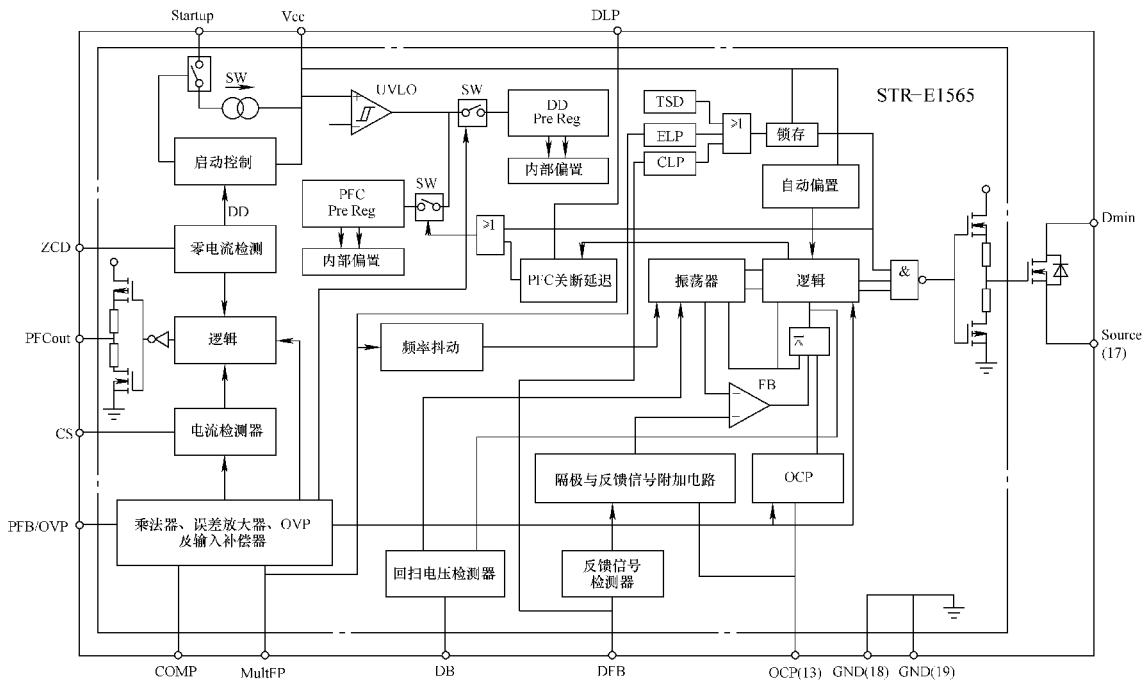

图 6-38 STR-E1565 内部框图
| 1 | Startup | DC/DC (DD) 和 PFC 部分的启动电流输入端 | STR - E1565 是一款搭载有 PFC 和 DC - DC 的开关电源 IC，采用 21 引脚单列直插式封装，应用在厦华 42in 液晶彩电上 内部框图如图 6-38 所示 |